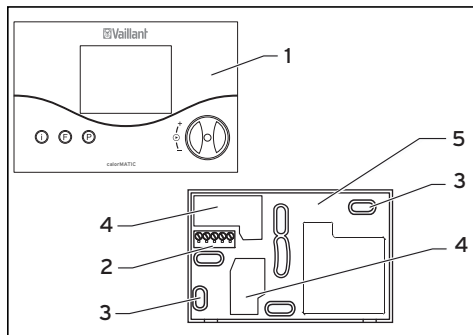

Fig. 9.1 Montaggio del termostato ambiente
- Staccare il termostato ambiente (1) dal supporto murale (5).
- Praticare due fori di fissaggio (3) con diametro di 6 mm (come illustrato alla fig. 9.1) ed inserire i tasselli in dotazione.
- Fare passare il cavo di collegamento attraverso l'apposita fessura (4).
- Inserire il termostato ambiente (1) sul supporto murale (5) in modo tale che gli spinotti sul retro della parte superiore si inseriscano nei punti di aggancio appositi (2).